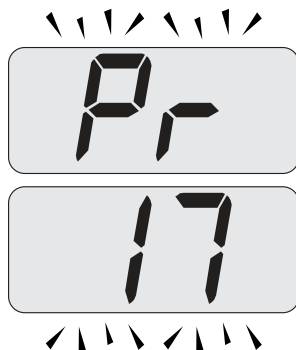

Figura 5.34
- Desplace los parámetros mediante los botones 16 o 17 hasta que aparezcan en el display LCD las letras **Pr** alternadas con el código **17**, indicando que se ha entrado en el "parámetro 17" (Figura 5.34).